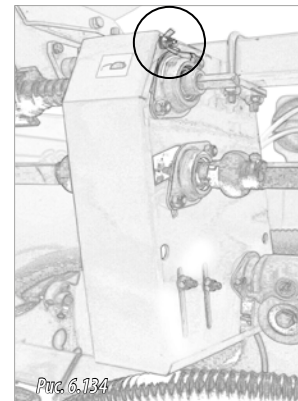

Рис. 6.134
- 1- Снять гайку-барашек и верхний болт с крышки коробки передач (рис. 6.134).